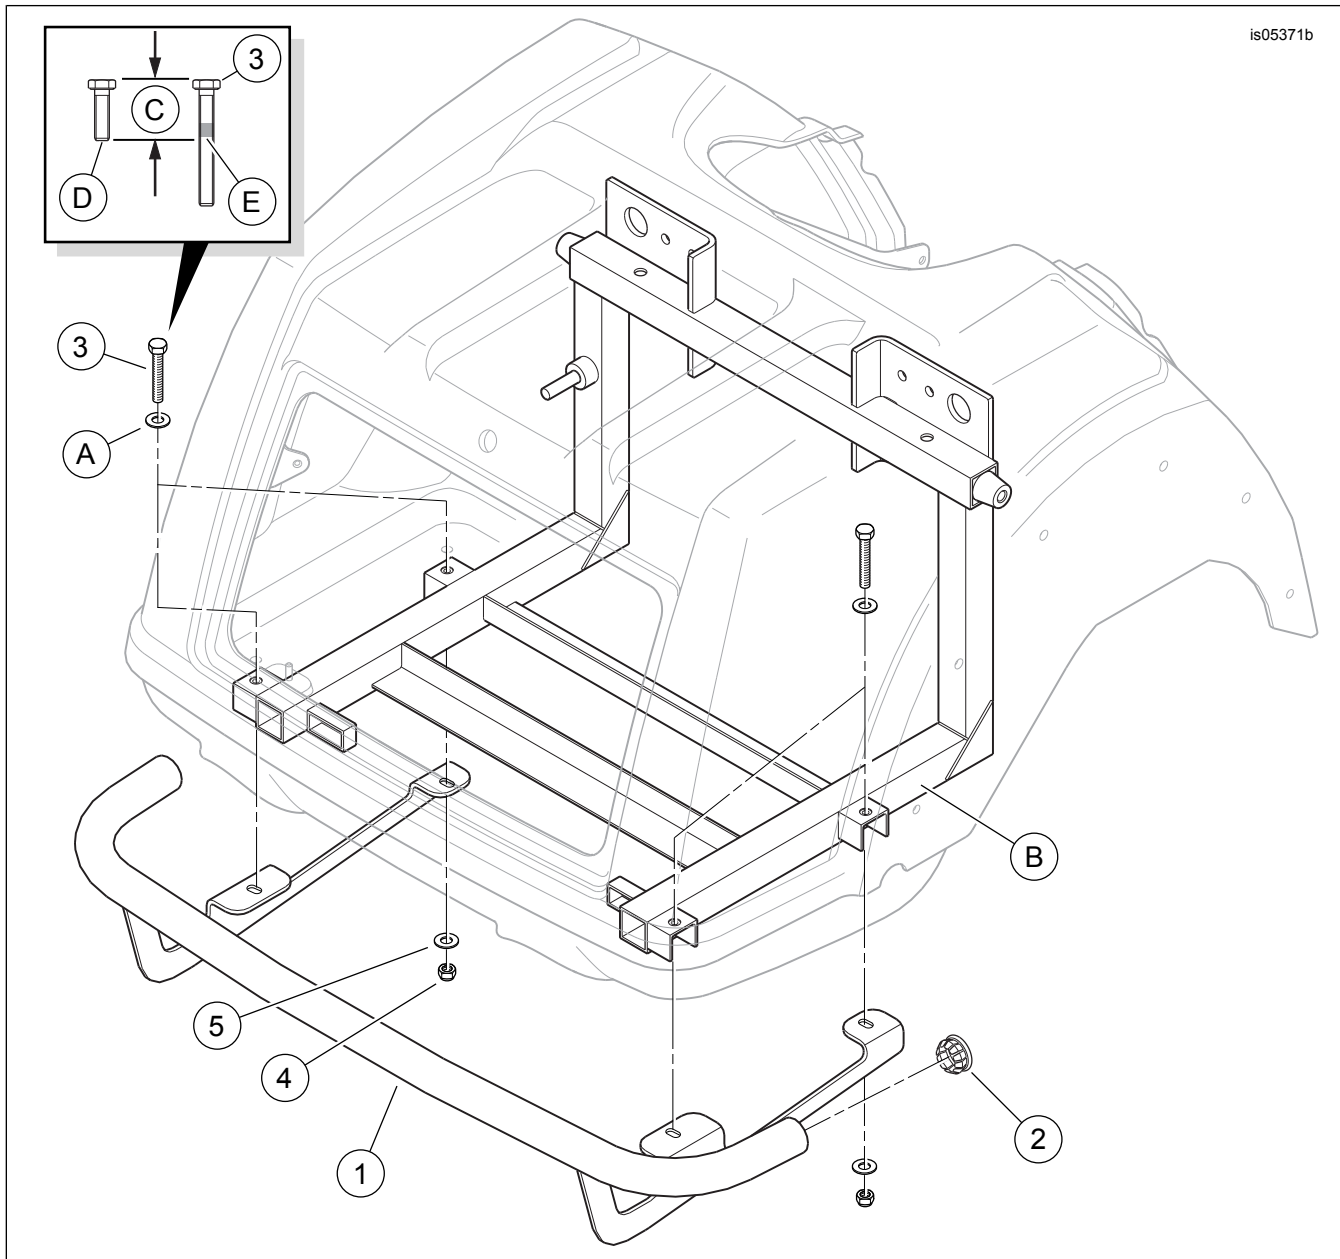

Figura 1. Piezas de servicio: Kit de protector trasero cromado Trike
Vea la Figura 1 y la Tabla 1 .
2. Vea Figura 1 . Ubique los cuatro tornillos con arandelas (A) en el fondo del compartimento del portaequipajes que fijan el cuerpo a la estructura trasera. Deje la arandela en su lugar, quite uno de los tornillos. Guarde el tornillo para el siguiente paso y, a continuación, deséchelo.
3. Vea la Figura 1. Use una pequeña cantidad de fijador de roscas al tornillo (3).